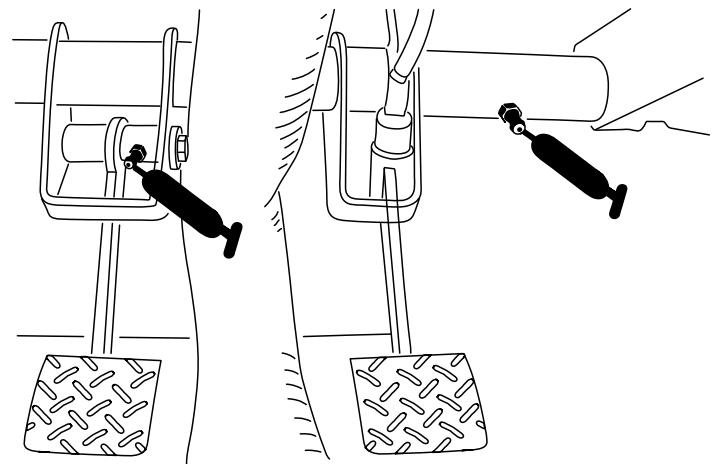

Figura 31
- **Embrague (1);** consulte la Figura 31
- **Freno (1);** consulte la Figura 31